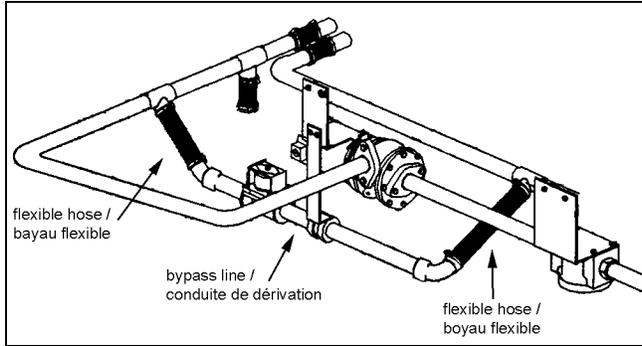

FIGURE 3 : DÉTAIL DU CIRCUIT (SÉRIE H3)
- a) Démonter la conduite de dérivation située entre les deux boyaux flexibles (figure 3).